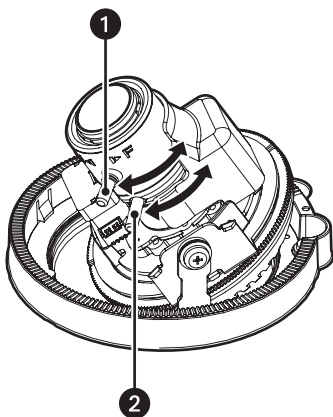

Рис. 38. Регулировка масштабирования и фокуса
6. Ослабьте рычажок фиксации масштабирования и переместите в положение между «TELE» («ДЛИННОФОКУСНЫЙ») и «WIDE» («ШИРОКОУГОЛЬНЫЙ») для обеспечения соответствующего угла обзора (см. рис. 38).